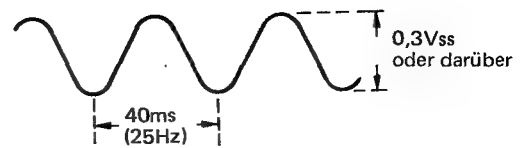

Abb. 8-12
2. AN, Stift 5 mit dem Oszilloskop (Selbsttriggerung) beobachten, sicherstellen, daß die in Abb. 8-12 gegebenen Anforderungen erfüllt sind.